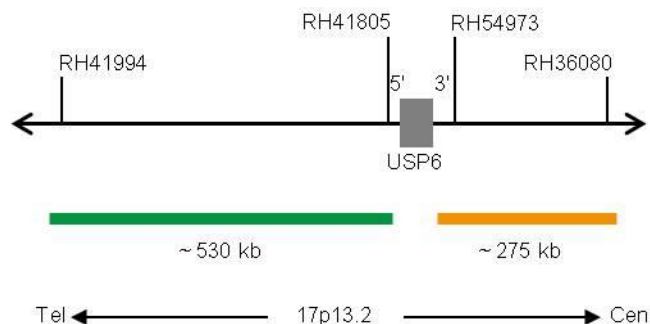

Fig. 1: SPEC USP6 Mapa de la sonda (no está a escala)
- Polinucleótidos marcados en verde (excitación a 503 nm/emisión a 528 nm) ZyGreen (~10 ng/μl), dirigidos a secuencias localizadas en 17p13.2\* (chr17:4,489,889-5,017,582) distales a la región del punto de ruptura de USP6 (ver Fig. 1).
- Polinucleótidos marcados en naranja (excitación a 547 nm/emisión a 572 nm) ZyOrange (~4,5 ng/μl), dirigidos a secuencias localizadas en 17p13.2\* (chr17:5,087,046-5,361,104) proximales a la región del punto de ruptura de USP6 (ver Fig. 1).